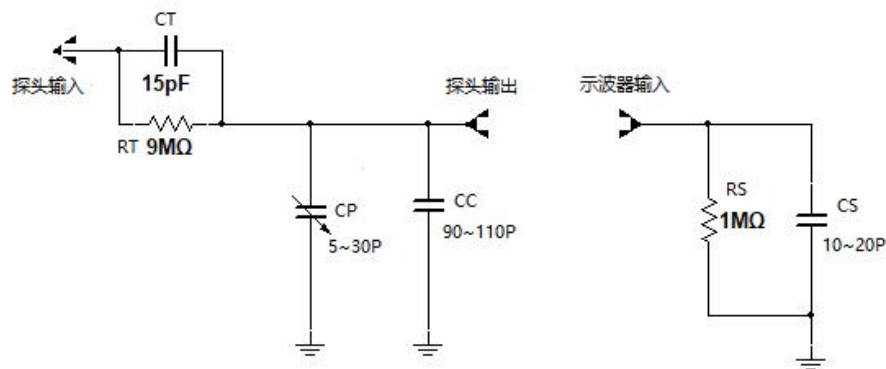

图6 示波器探头及输入端示意图
探头的电路模型与示波器输入连接的示意图如下图6所示。其中 C_c 是探头电缆的分布电容， C_s 是示波器的输入电容，这些电容不是有意设计的，是寄生的； R_S 是示波器的输入电阻， R_T/C_T 是探头输入衰减网络， C_p 是探头的校准（补偿）电容。对于低频和直流信号，可以忽略寄生电容、输入电容的影响，输入信号经过探头后，进入示波器的信号经过了10:1的衰减。但是测量快速变化的信号时，将不能忽略电路模型中这些分布电容的影响，基效果是对于不同频率的信号，经过探头的衰减比率将不能保证都是10:1的关系，理论证明只要使探头输入电阻 R_T 和其并联的电容 C_T 与示波器的输入电阻 R_S 和其相并联的等效电容 C_0 满足下式，则可使整个频率范围内均得到10:1的衰减比率。
- （3）连接示波器和信号发生器，令两仪器“COM”端相接，并将示波器探头接信号发生器信号输出端。示波器置直流耦合（DC），手动或者自动观测信号发生器的输出信号。此时示波器上显示图6 所示波形。